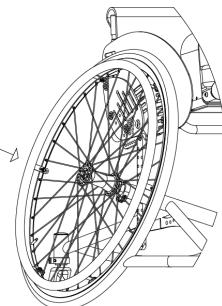

FIG. 11
- Tirare la ruota verso l'esterno della carozzina (fig.11) e senza premere il pulsante la ruota non si deve estrarre.